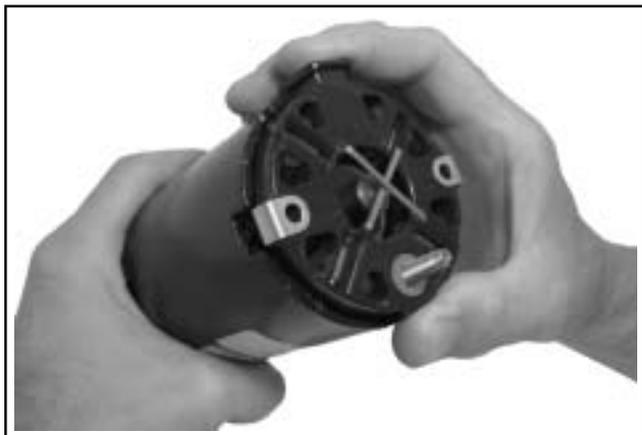

Figura 7-21. Installazione del gruppo portaspazzole con graffette.
5. Tenere il gruppo portaspazzole con il prigioniero del cavo positivo delle spazzole in **alto**. Allineare le sezioni sagomate con le aperture corrispondenti nel telaio del motorino di avviamento ed inserire il gruppo portaspazzole in posizione. Inserendo il gruppo portaspazzole, il commutatore spingerà fuori le graffette di cartone. Vedere Figura 7-21.